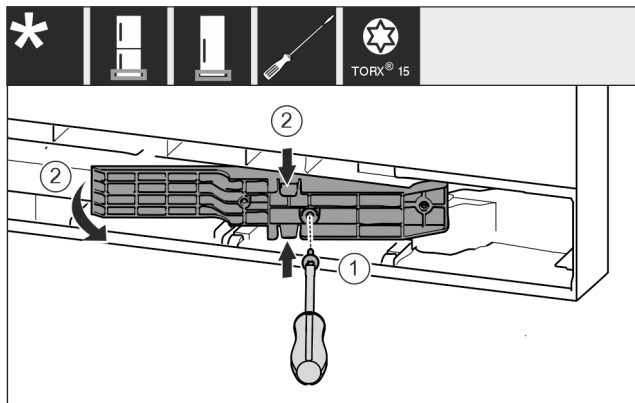

Fig. 18 *
- ▶ Šroubovákem T15 uvolněte šrouby. Fig. 18 (1)*
- ▶ Vytáhněte adaptér. Fig. 18 (2)*